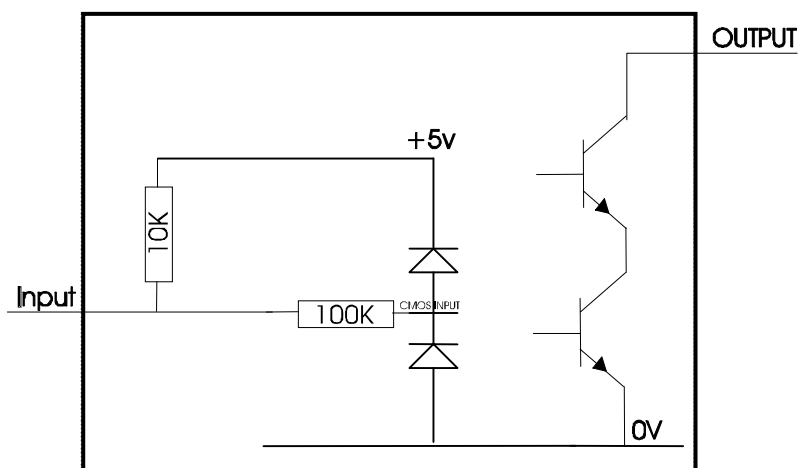

Рисунок 4 – Входные и выходные цепи
**Внимание:** Уровень логического "0" ('LOW') на выходе банкнотоприемника, определяется величиной ограничивающего резистора в главной (хост) машине. Для надежной работы, убедитесь, что уровень логического "0" ('LOW') в главной машине, соответствует спецификации 74НС CMOS серии, см. Рисунок 4